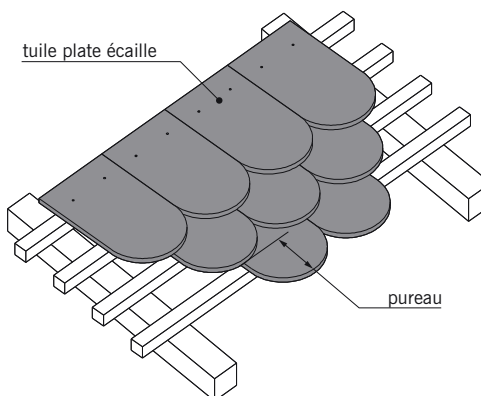

fig. 7.16
■ **Le pureau** (fig. 7.16) : partie d'une tuile ou d'une ardoise qui reste visible après la pose. Désigne également la longueur de cette partie, mesurée suivant le sens de la pente.